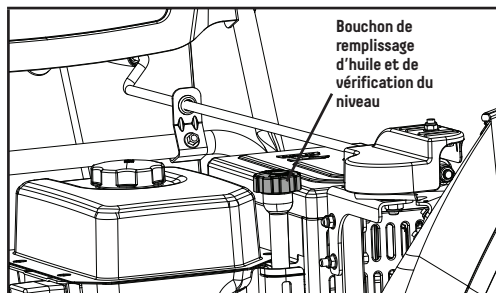

Figure 18A
2. Retirez la jauge de niveau d'huile et essuyez-la (figure 18A).